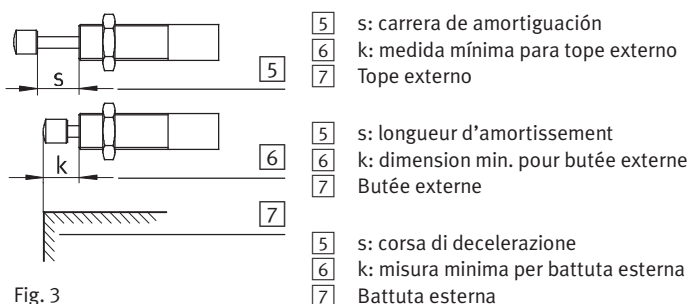

Fig. 3
- Un tope externo (7) (→ Fig. 3) evita la sobrecarga del YSR-C a causa de masas excesivas y ofrece adicionalmente un tope final preciso (→ Fig. 3).
- Reduzca la velocidad de choque; mida la carrera de amortiguación (s) [5] (→ Fig. 3) para controlarla (→ Especificaciones técnicas Fig. 8). Una carrera de amortiguación insuficiente indica que hay pérdida de aceite en grandes cantidades. En ese caso es necesario sustituir el YSR-C.
- Compruebe si hay pérdida de aceite en el YSR-C aprox. cada 2 millones de cambios de carga. Se recomienda realizar una medición de control de la carrera de amortiguación (s) (→ Fig. 3) del YSR-C.